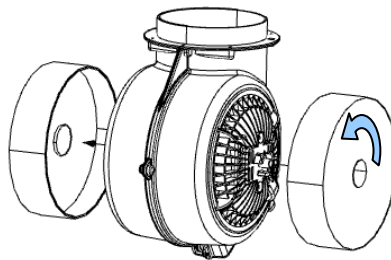

Abb. 10
### 6.2.1 Einbauen und tauschen des Aktivkohlefilters (Abb. 10)
- ⤴ Stecken Sie den Aktivkohlefilter auf den Motor und befestigen Sie diesen mit einer Vierteldrehung im Uhrzeigersinn per Bayonettverschluss (Abb. 10).